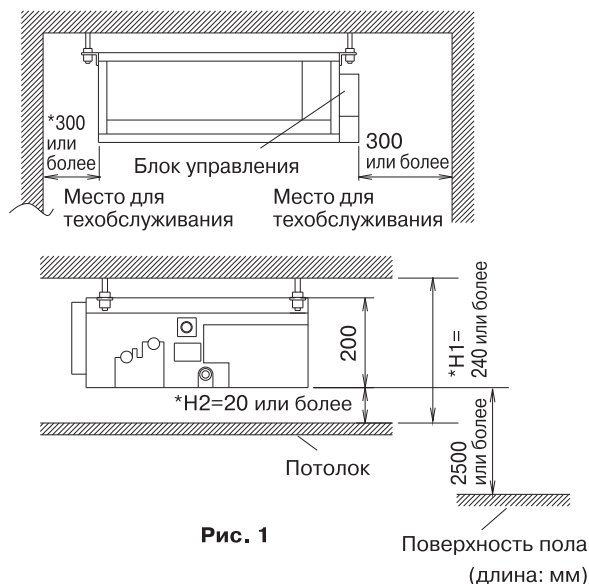

Рис. 1
- С наличием свободного пространства, достаточного для технического и сервисного обслуживания. (См. рис. 1)